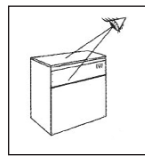

Abb. 1.
- 1) Sicherstellen, dass das Gerät keine Transportschäden erlitten hat (Abb. 1)